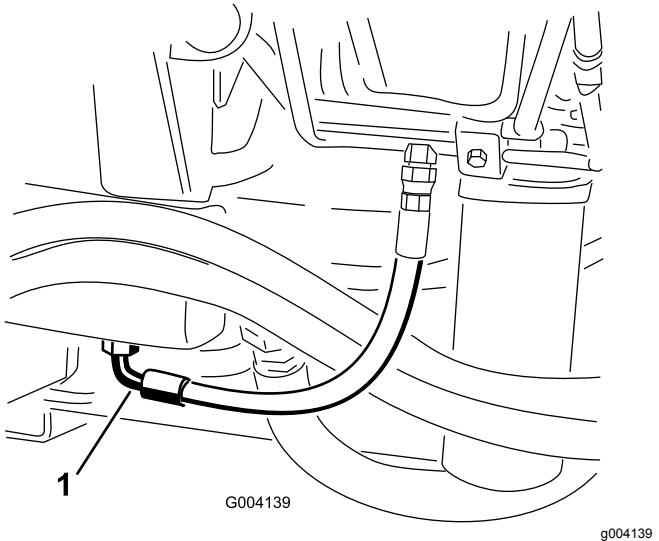

図 58
- タンク 図 58 の下についているフィッティングの下に、オイルを受ける大型の容器を置く。